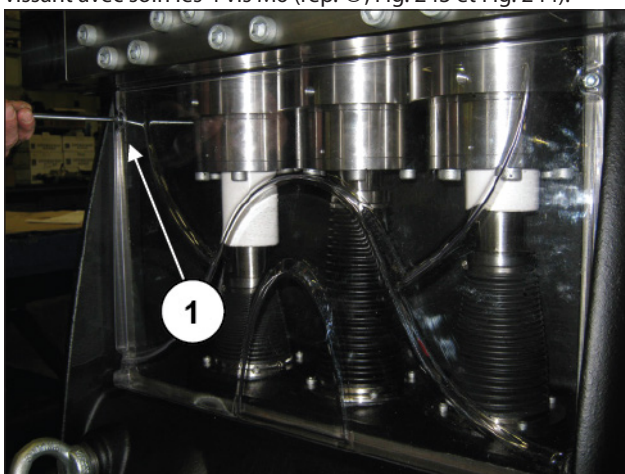
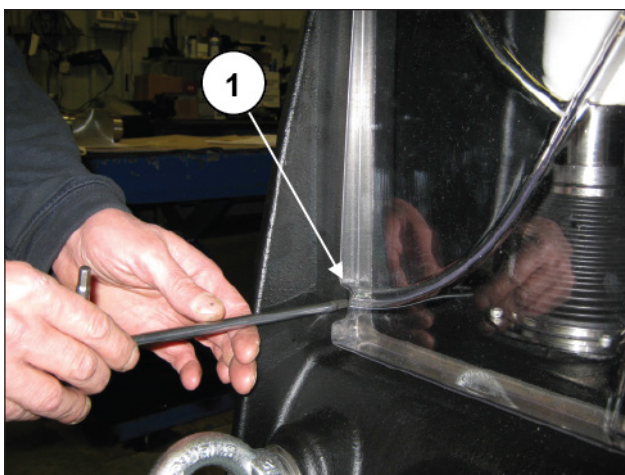

Fig. 243
Fig. 244
Remettre en place le couvercle d'inspection supérieur en vissant avec soin les 4 vis M6 (rep. ①, Fig. 243 et Fig. 244).